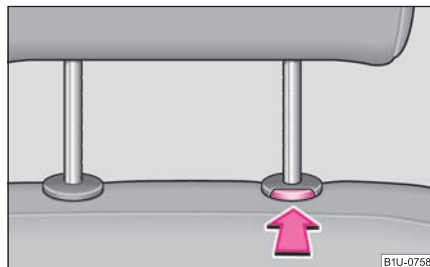

Fig. 63 Scoaterea tetierei
- Apăsați tasta de siguranță în sensul săgeții ⇒ fig. 63 și scoateți tetiera.